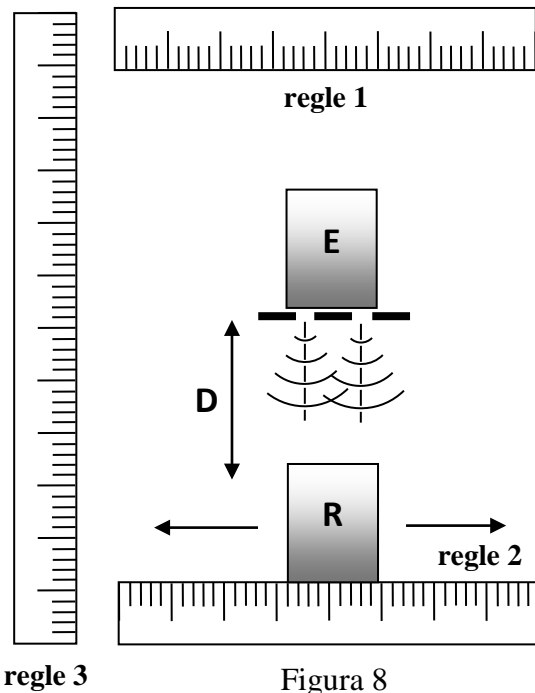

Figura 8
2. Situeu l'emissor E i la doble esclatxa segons l'esquema imprès al tauler, de manera que estiguin situats simètricament respecte la divisió  $x = 15$  cm, les seves bases es toquin i E estigui just davant de l'espai entre les dues esclatxes (veure figura 8).
7. La distància  $\Delta x$  entre el màxim principal i el primer màxim secundari, que apareix a la fórmula (2), la calcularem a partir de la meitat de la distància entre els dos màxims secundaris  $\Delta x = |x_2 - x_1|/2$ .
8. A partir dels valors de  $\Delta x$ ,  $D$  i  $\lambda$ , determinats anteriorment, **calculeu la distància entre les dues esclatxes  $d^{cal}$** , aplicant la fórmula (3). Compareu aquest valor amb el mesurat  $d^{mes}$  anteriorment.